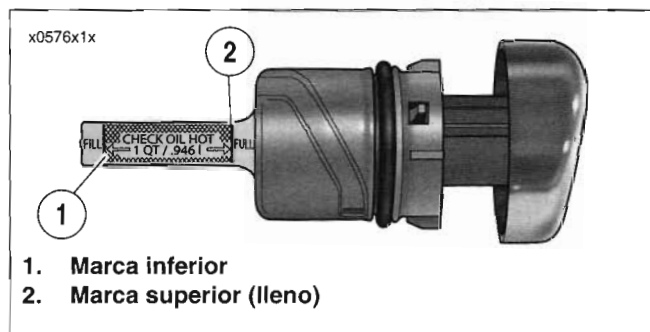

Figura 34. Tapa de llenado/varilla medidora
3. Quite la tapa de llenado de aceite nuevamente y verifique el nivel de aceite en la varilla medidora. Vea la Figura 34. La varilla tiene dos marcas. Si el nivel está en la marca inferior o por debajo de ella, vierta una cantidad de aceite suficiente para que el nivel quede entre las dos flechas de la varilla medidora. Vuelva a colocar la tapa de llenado.